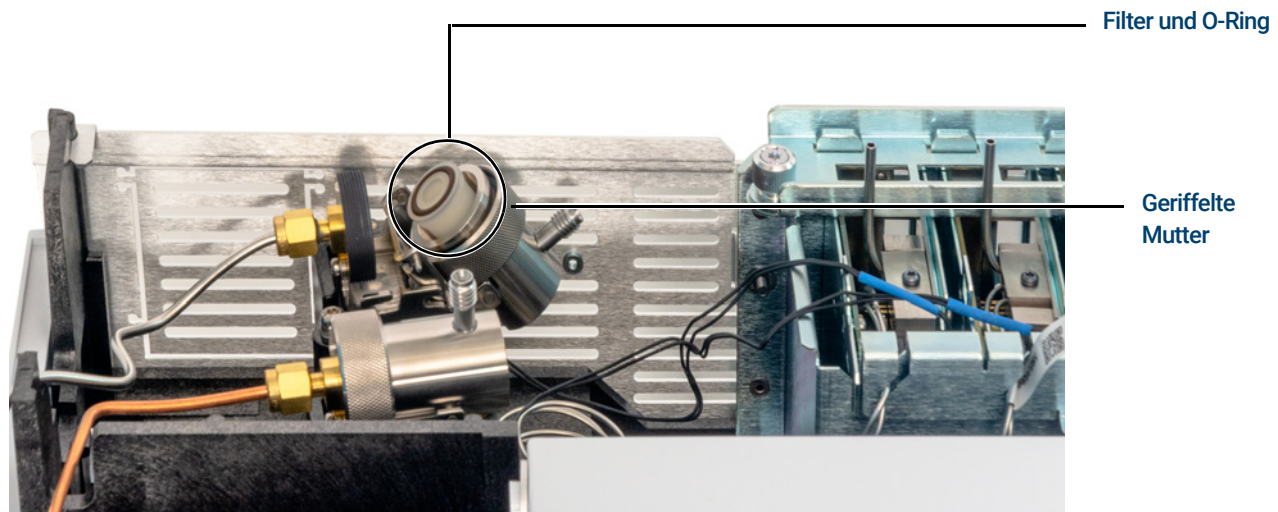

Abbildung 8. Schieben Sie die Ventileinheit, um den Filter freizulegen
- 5 Schieben Sie die Ventileinheit von der geführten Befestigungskomponente zurück und kippen Sie sie nach oben, um den Filter wie in **Abbildung 8** dargestellt freizulegen.